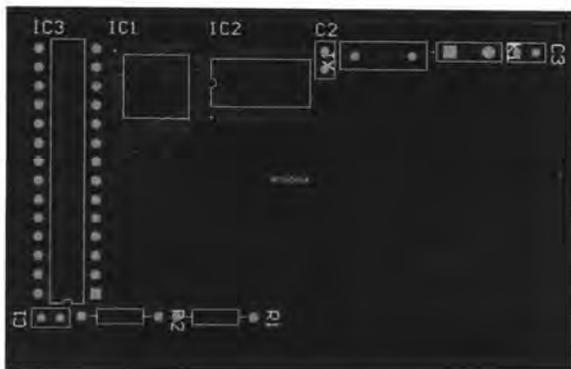

图 9-18 将元器件排列在 Room 空间内
- [5] 执行【工具】/【放置元件】/【Room 内部排列】命令，在 Room 空间“MCU Circuit”内单击鼠标左键，使元器件排列在 Room 空间内，如图 9-18 所示。